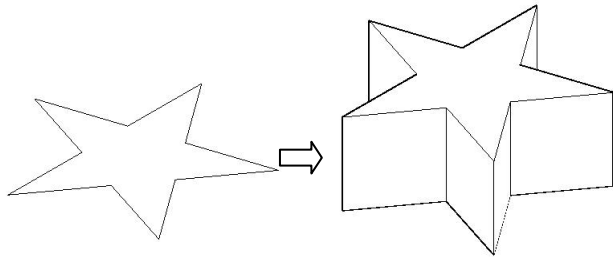

图 7-32 指定高度创建拉伸实体
- “指定拉伸的高度”子选项是选择拉伸命令后的默认选项，主要是通过输入拉伸高度来创建实体，如图 7-32 所示。